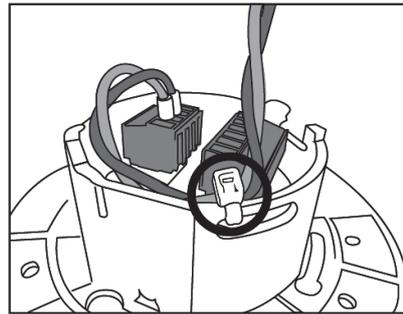

Abbildung 42: LDALI-MS2 Zugentlastung.
- Verwenden Sie Kabelbinder für eine angemessene Zugentlastung (siehe Abbildung 42).